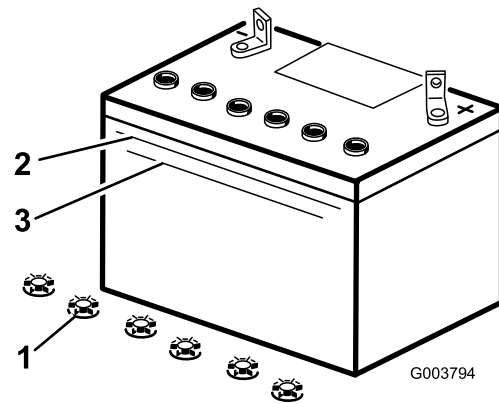

Bild 38
2. Sehen Sie sich die Seite der Batterie an. Der Füllstand muss bis zur oberen Linie reichen (Bild 38). Der Säurestand darf nicht unter die untere Linie fallen (Bild 38).
3. Entfernen Sie die Verschlussdeckel von der Batterie (Bild 38).
- Gießen Sie langsam destilliertes Wasser in jede Batteriezelle, bis der Säurestand die obere Linie (Bild 38) am Batteriegehäuse erreicht.
- Warten Sie nach dem Füllen der Batteriezellen fünf bis zehn Minuten. Gießen Sie bei Bedarf destilliertes Wasser in jede Batteriezelle, bis der Säurestand die obere Linie (Bild 38) am Batteriegehäuse erreicht.